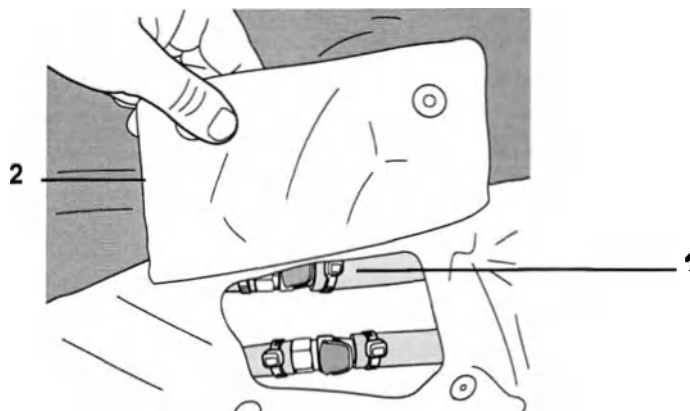

Рис. 12. Удлинительный клапан
1. Найдите удлинительный клапан на конце матраса возле правой ноги пациента. Расстегните клапан и поднимите его (рис. 12, пункт 2), чтобы получить доступ к двум системам соединителей (1) на надувном матрасе.